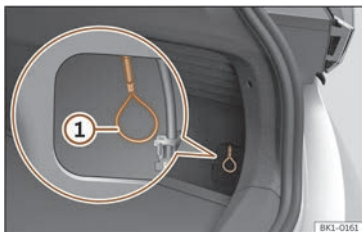

Fig. 73 Darrere la coberta: desbloqueig d'emergència del connector de càrrega.
- Estireu el llac per al desbloqueig manual d'emergència >>> **fig. 73 ①**. El connector de càrrega es pot retirar >>> ⚠.